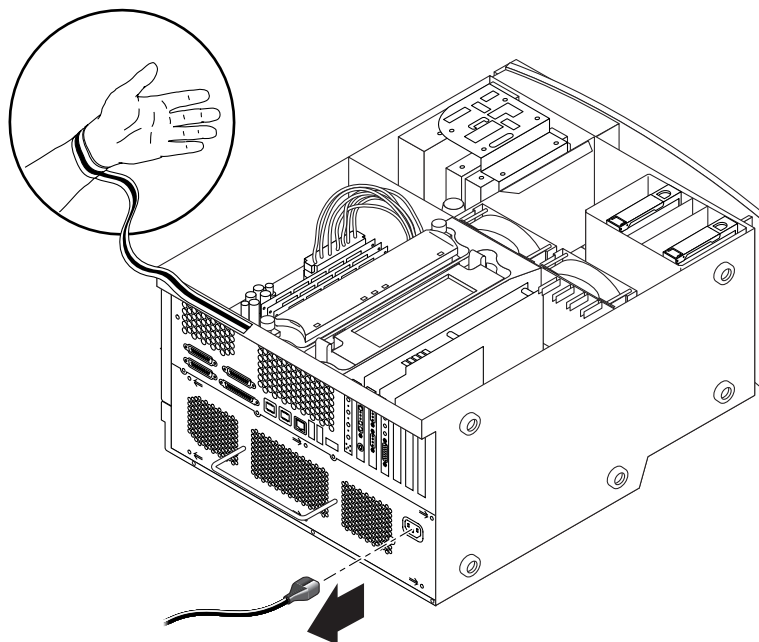

FIGURE 9 Fixation d'un bracelet antistatique
1. Posez la station de travail sur le côté et ouvrez le panneau du haut (voir FIGURE 9).
4. Attachez l'extrémité cuivrée du bracelet au châssis (voir FIGURE 9).